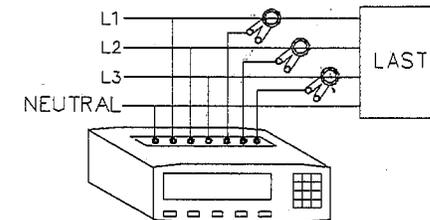

Abb. 3.4
Die Anschlüsse sind wie in Abb. 3.4 gezeigt auszuführen.
N.B.: Ein Anschluß mit 3 Strommeßzangen wie in Abb. 3.4 gezeigt ist auch bei einer Dreieckschaltung ohne Mittelpunktsleiter möglich.